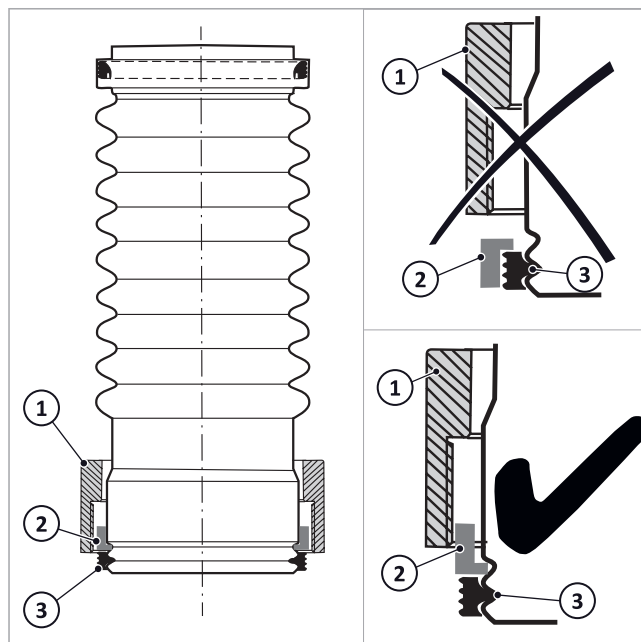

Fig. 61: Unión rosca instalada
3. Según → fig. 61 introduzca, en el extremo inferior de la pieza de tubo de conexión de salida de humos, la tuerca de racor (1), el anillo de seguridad (2) y la junta (3).